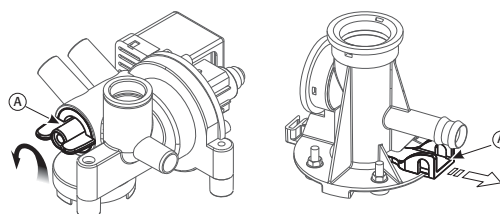

Fig. 9.e
- Die mechanische Schaltvorrichtung unter dem Dampfzylinder betätigen (siehe Teil A, Fig. 9.e).